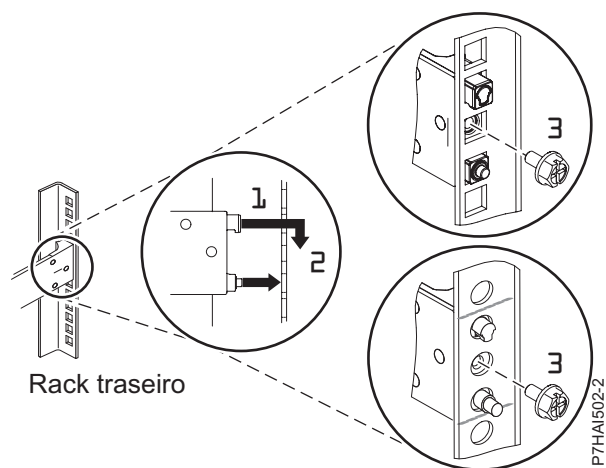

Figura 2. Alinhando e encaixando os pinos nos orifícios na parte traseira do rack
2. Remova o parafuso da parte traseira do trilho (3). Alinhe os dois pinos localizados na parte traseira do trilho deslizante com os orifícios da parte superior e inferior dentro da unidade EIA selecionada que foram marcados anteriormente. Puxe o trilho deslizante em sua direção para inserir os dois pinos nos orifícios do rack (1) e abaixe o trilho deslizante para baixo (2) para encaixar o gancho no pino superior. Para obter detalhes, veja Figura 2. Assegure-se de que os dois pinos apareçam através dos orifícios do rack antes de prosseguir para a próxima etapa.